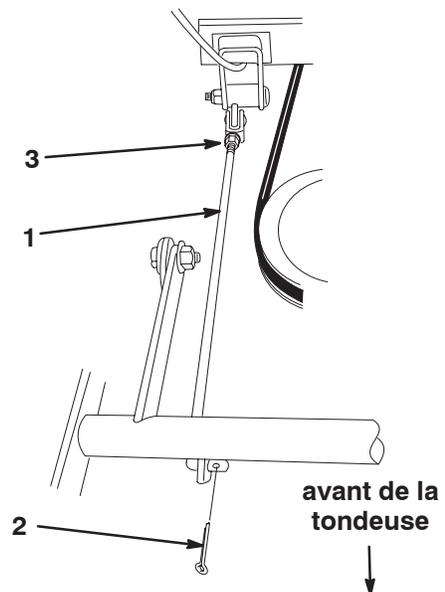

Figure 31
7. Retirez la goupille fendue à l'avant de la tige de réglage (Fig. 31).
8. Desserrez l'écrou à l'arrière de la tige de réglage (Fig. 31).